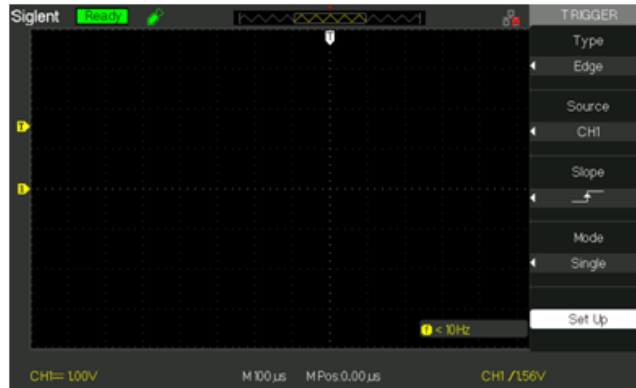

図 3
4. [Trigger Menu] を押してトリガー条件をチェックせよ。図 3 と同じでなければいけない。